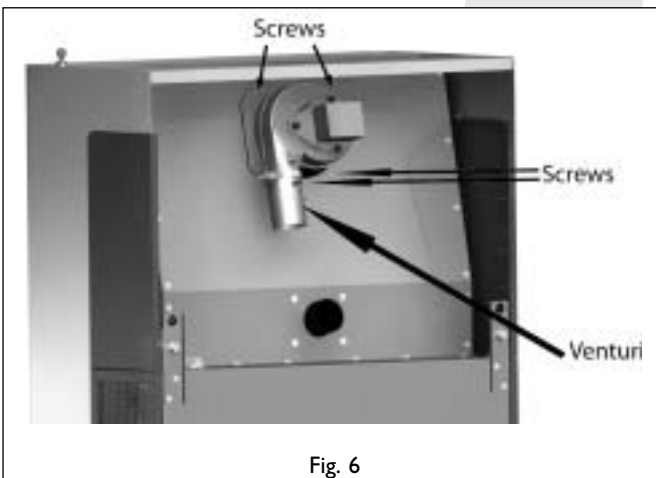

Fig. 6
- Schuif de flexibele afvoerleiding op de venturi-buis die op de verbrandingsventilator is bevestigd (zie Afb. 6).